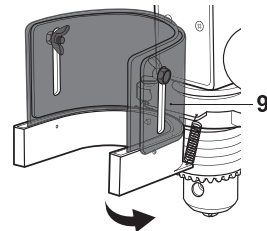

Fig. 8
- > Despliegue hacia abajo la protección del portabrocas (9) (Fig. 8).